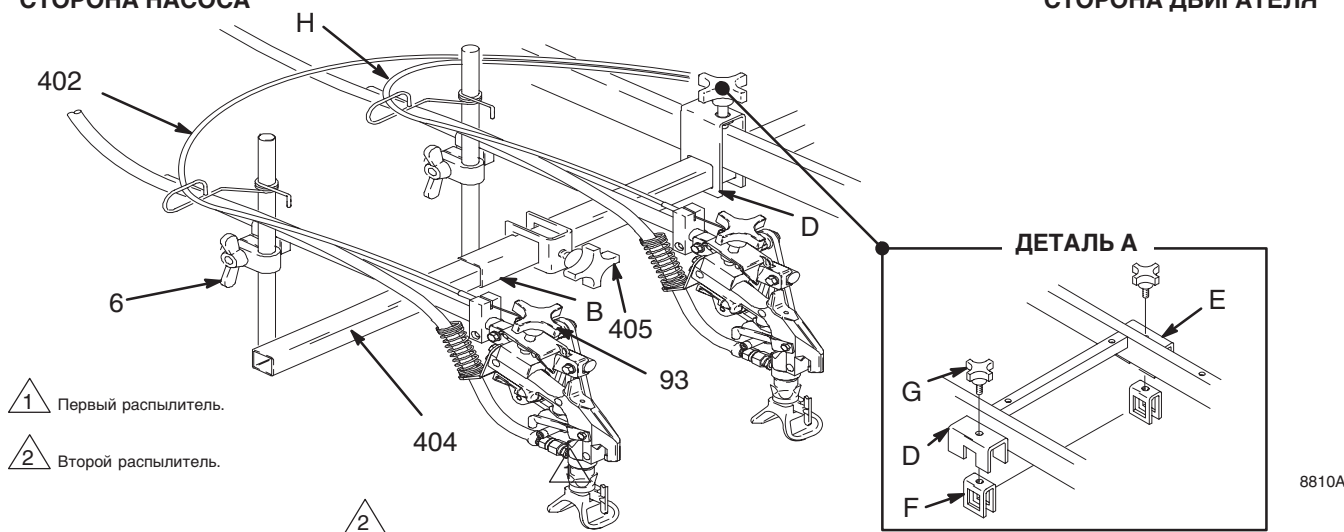
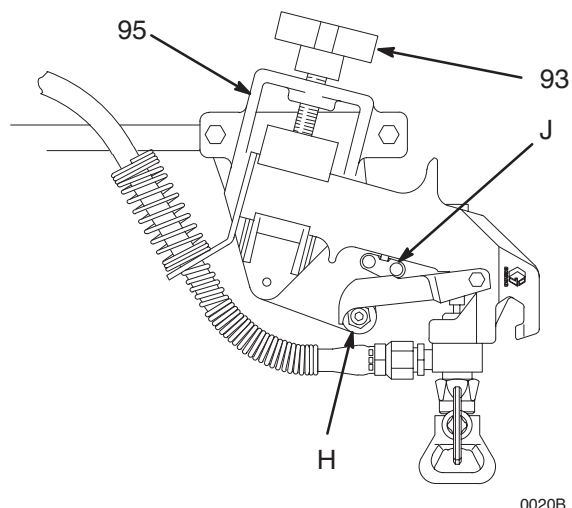

Рис. 3
Рис. 4
1. Отсоедините тросы (402, Н) обоих распылителей и поставьте пусковой механизм на предохранитель. См. Рис. 4.
2. Ослабьте головки держателей распылителей (93) и снимите распылители. Отложите их в сторону.
3. Снимите головки (G) зажимов (D) обеих кареток; зажимы штанги каретки (B) и удлинителя (F) отсоединятся.
5. Расположите штангу каретки под зажимами каретки (D). Совместите отверстия в верхней части зажимов удлинителя (F) с отверстиями в зажимах штанги каретки, и установите головки (G). См. Рис. 3, ДЕТАЛЬ А.
6. Ослабьте зажимы стойки/кронштейна (6) и поверните кронштейны распылителей (G) вперед. Затяните зажимы.